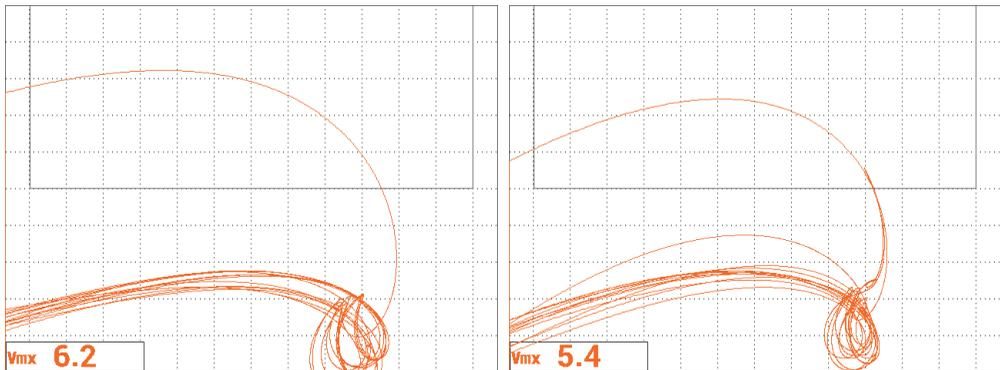

図 5-131 ファスナーの両方の列におけるスキャン結果
36. 位置 1 にプローブを置き、ファスナーの両方の列の最終スキャンを行います (221 ページの図 5-131 を参照) 。